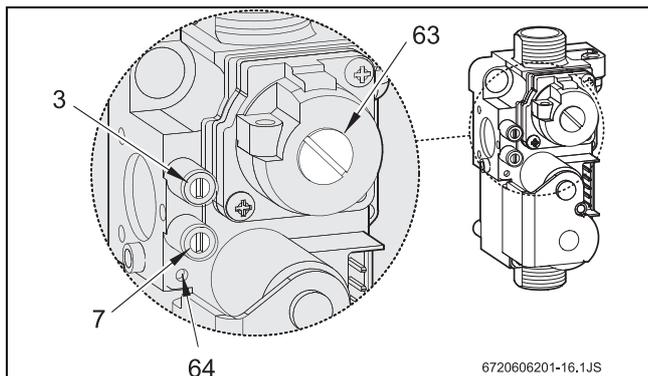

Fig. 23 Valvola gas
- Smontare il tappo della vite di regolazione (Fig. 23, pos. 63).